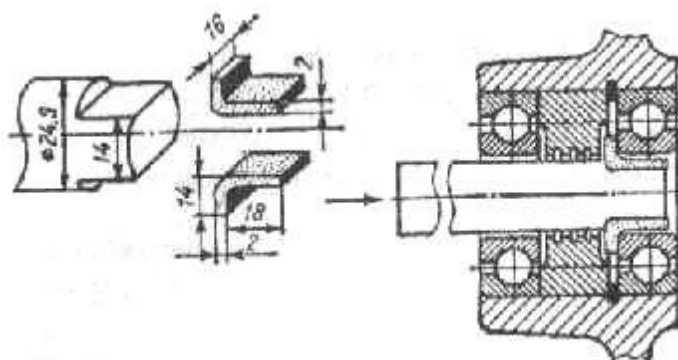

Рис. 92. Приспособление для выпрессовки коренных подшипников из картера двигателя, применяемое совместно с универсальным съемником
1. Вставив во внутреннюю обойму внутреннего подшипника приспособление (рис. 92), укрепить на левой половине картера универсальный съемник (как для выпрессовки коленчатого вала) и ввернуть болт съемника до упора в приспособление.